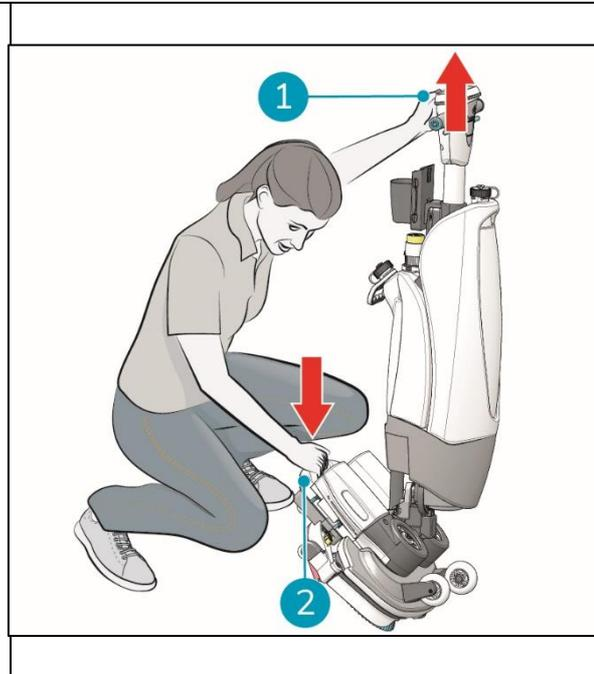

Figura 21
1. Agachar-se, segurando firmemente a plataforma de lavagem com uma mão (Figura 21, pos. 2).
2. Empurre a pega para a frente com a outra mão (Figura 21, pos. 1).